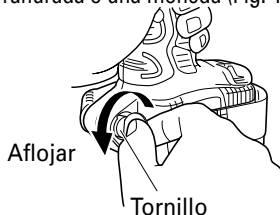

Fig. 15
- (a) Sujete firmemente la unidad principal y saque el tornillo usando un destornillador de cabeza ranurada o una moneda (Fig. 15).
- (c) Instale el gancho y el resorte en el otro lateral y asegure firmemente con el tornillo (Fig. 15).